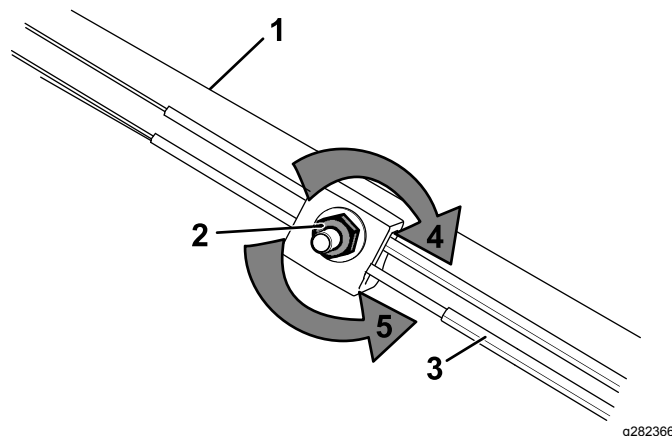

Bild 52
1. Drehen Sie die Einstellmutter nach links, um die Zugeinstellung zu lösen (Bild 52).
2. Stellen Sie die Spannung des Bremszugs (Bild 52) ein, indem Sie diesen zurückziehen oder nach vorne drücken und dann in dieser Stellung halten.